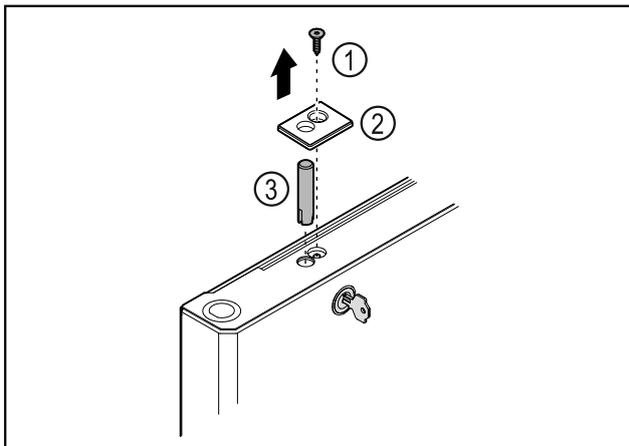

Fig. 38
- Schraube Fig. 38 (1) entfernen.
- Abdeckung Fig. 38 (2) mit einem kleinen Schraubendreher ausrasten und abnehmen.
- Schlossbolzen Fig. 38 (3) herausziehen.